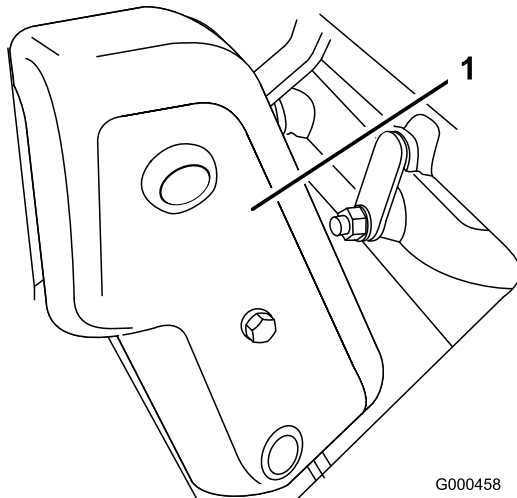

Figura 37
1. Retire a cobertura dos parafusos de montagem da correia e a cobertura da correia (Figura 37).